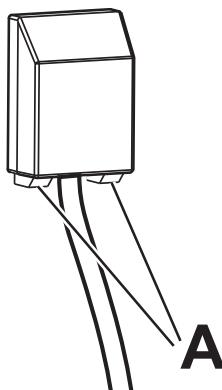

Fig. 3.1
- Sganciare il coperchio della morsettiera inserendo un cacciavite nei due agganci "A" (fig. 3.1).